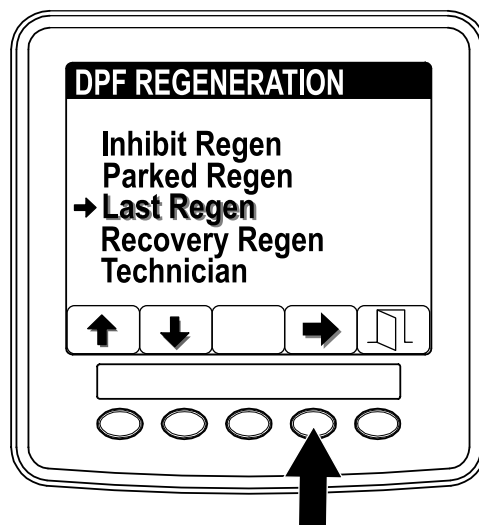

Рисунок 34
1. Перейдите к меню DPF Regeneration (Регенерация DPF) и нажмите кнопку 1 или 2 для прокрутки к опции LAST REGEN (Последняя РЕГЕНЕРАЦИЯ) (Рисунок 34).
2. Нажмите кнопку 4 для выбора позиции Last Regen (Последняя регенерация) (Рисунок 34).